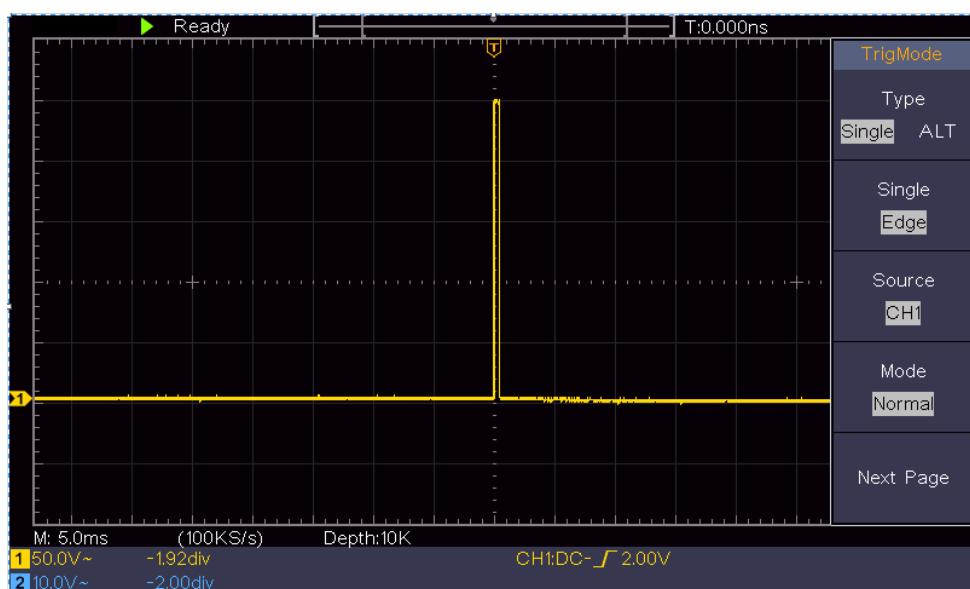

Figura 0-3 Captura de una sola señal
- (3) Pulse el botón de **Adquisición** para que aparezca el menú de la derecha.
- (4) En el menú de la derecha, seleccione el **Modo Acqui** como **Detección de Picos**.
- (5) Pulse el botón de **menú de disparo** para mostrar el menú correcto.
- (6) En el menú de la derecha, seleccione **Tipo** como **único**.
- (7) En el menú de la derecha, seleccione **Único** como **borde**.
- (8) En el menú de la derecha, seleccione **Fuente** como **CH1**.
- (9) En el menú de la derecha, pulse **Página siguiente**, seleccione **Acoplamiento** como **DC**.
- (10) En el menú de la derecha, seleccione **Pendiente** como ( creciente).
- (11) Gire el mando de **nivel de disparo** y ajuste el nivel de disparo al 50% aproximadamente de la señal que se va a medir.
- (12) Compruebe el indicador de estado de disparo en la parte superior de la pantalla, si no está listo, pulse el botón **Run/Stop** e inicie la adquisición, espere a que se produzca el disparo. Si la señal alcanza el nivel de disparo establecido, se realizará un muestreo y se mostrará en la pantalla. Utilizando este enfoque, se puede capturar fácilmente un pulso aleatorio. Por ejemplo, si queremos encontrar una ráfaga de rebabas de gran amplitud, ajuste el nivel de disparo a un valor ligeramente superior al nivel medio de la señal, pulse el botón **Run/Stop** y espere un disparo. Una vez que se produzca una rebaba, el instrumento se disparará automáticamente y registrará la forma de onda durante el periodo que rodea al tiempo de disparo. Girando el botón de **Posición Horizontal** en el área de control horizontal del panel, puede cambiar la posición de disparo horizontal para obtener el retardo negativo, facilitando la observación de la forma de onda antes de que se produzca la rebaba (ver *Figura 0-3*).